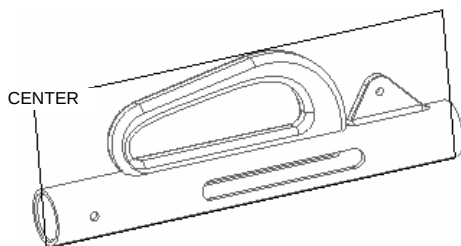

图 9.3.7 选取草绘平面
下面还是以零件模型机体 body 为例，说明创建图 9.3.7 所示的“偏距”横截面的一般操作过程。
(1) 定义草绘平面。在图 9.3.6 所示的“截面”操控板的  界面中单击  按钮，选取模型中的 CENTER 基准平面为草绘平面，然后以 TOP 基准平面为参考，如图 9.3.7 所示。